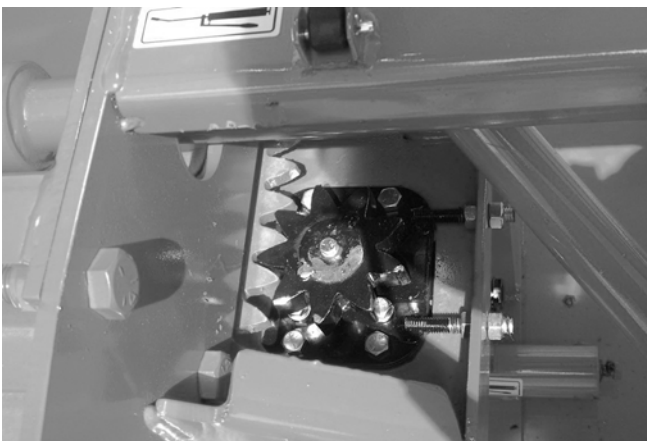

Figure 21
- 4) À l'aide des tendeurs, ajuster la distance entre les dents des engrenages afin qu'elles soient le plus près possible mais sans qu'il y ait de pression de l'une sur l'autre (Fig. 21).